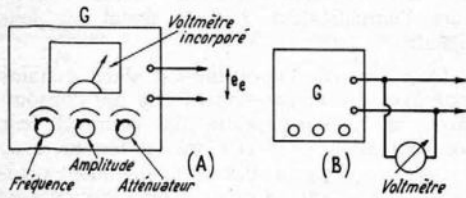

FIG. 6
Généralement, le générateur possède un voltmètre incorporé qui indique la valeur de  $eE$  comme le montre la figure 6 (A). Le voltmètre incorporé possède une échelle graduée en volts, par exemple de 0 à 1 V. La lecture de la tension de sortie doit tenir compte de la position de l'atténuateur. Ainsi, si cette position correspond à une division par 100, si le voltmètre indique 0,5 V = 500 mV, la valeur de la tension de sortie est  $500/100 = 5$  mV ou 0,005 V.
Dans le cas d'un voltmètre extérieur, figure 6 (B), celui-ci indique évidemment la valeur réelle de la tension d'entrée  $eE$ .